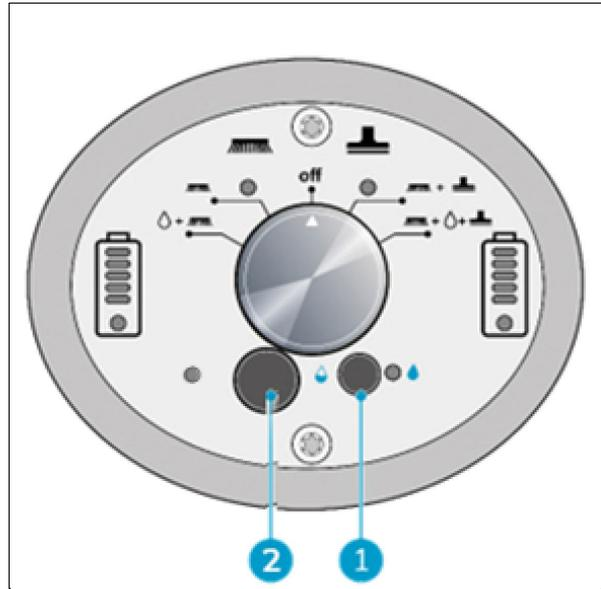

Figure 21
2. Activez le mode ECO en appuyant sur le bouton ECO, après avoir sélectionné votre mode de nettoyage. (Figure 21, pos 1).
4. Pour régler le débit d'eau lorsque le mode ECO est activé, vous pouvez retirer le capuchon en caoutchouc (Figure 21, pos 2) et utiliser un petit tournevis à tête plate pour modifier le débit sur le cadran situé sous le capuchon. Voir le tableau des débits à la page suivante.